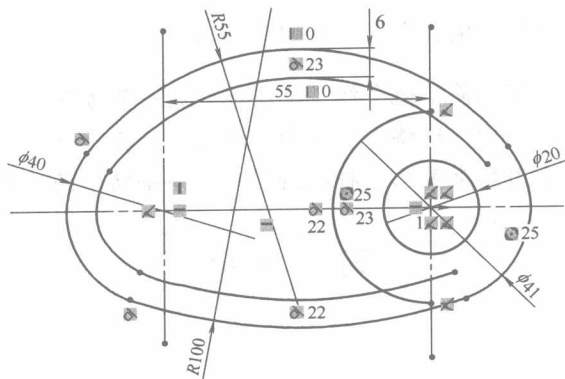

图 1-18
(4) 在草图工具栏里单击“等距实体”图标, 打开“等距实体”对话框, 修改参数为“6”, 并取消“选择链”选项, 然后选取要等距的线条, 结果如图 1-18 所示。